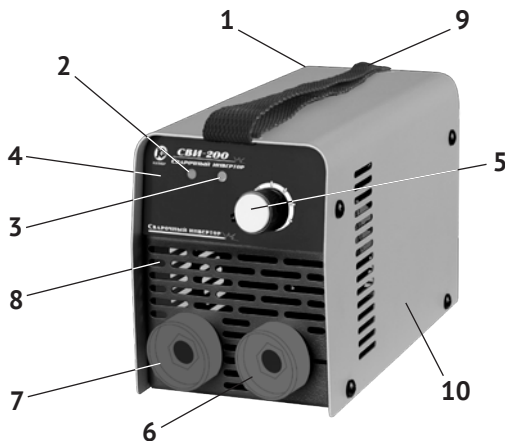

рис. 1
4.1 Общий вид инвертора представлен на рис. 1:
Основные узлы инвертора (трансформаторы, радиаторы, платы управления, биполярные транзисторы, конденсаторы и др.) размещены на плате, закреплённой на металлическом основании. К основанию крепятся передняя (рис.1 поз.4) и задняя панели. Металлический корпус (рис.1 поз.10) крепится к основанию и панелям инвертора. Охлаждение прибора обеспечивают три радиатора и вентилятор, расположенный на задней панели. Выключатель (рис.1 поз.1, расположен на задней панели) имеет два фиксированных положения: «I» - включено, «0» - выключено (стандарт МЭК 60417). Ручкой потенциометра (рис.1 поз.5) регулируется ток сварки, в зависимости от диаметра электрода и свариваемого материала.
6.4.1 Сварочный кабель с электрододержателем подключается к клемме «плюс» (рис.1 поз.7), за исключением случая использования кислотных электродов. В любом случае, сначала ознакомьтесь с инструкцией на упаковке электродов.
6.4.2 Кабель массы подключается к клемме «минус» (рис.1 поз.6) и крепится к рабочей поверхности, как можно ближе к месту сварки.
7.1 В большинстве случаев электрод подключается к клемме «плюс» (рис.1 поз.7), однако есть некоторые виды электродов, подключаемых к клемме «ми-
нус» (рис.1 поз.6), поэтому подключать сварочные кабели следует в соответствии с полярностью аппарата «+» и «-» и типом электродов.
7.4 Ток сварки регулируется с помощью ручки потенциометра (рис.1 поз.5).